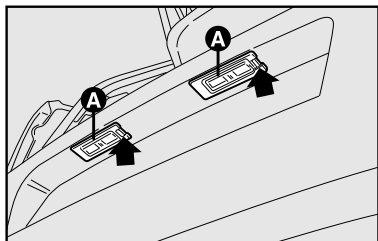
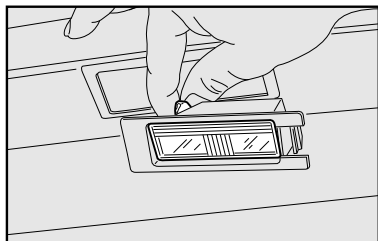

fig. 25
fig. 26
## LUZES DE PLACA fig. 25 e fig. 26
- agir no ponto indicado pela seta e remover o grupo transparente **A** - fig. 25;
- substituir a lâmpada **fig. 26** desvinculando-a dos contatos laterais e certificando-se de que a nova lâmpada fique corretamente bloqueada entre os contatos;